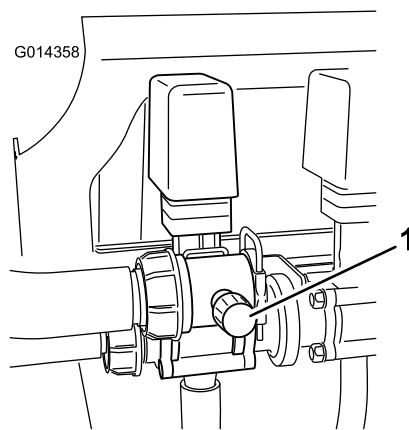

図 24
8. 攪拌バルブの背面についている攪拌バイパスバルブ (図 24) を使って、水圧計の読みを 100 psi (7 kg) にする。